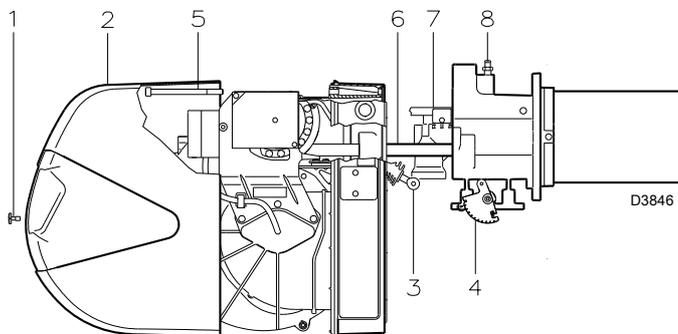
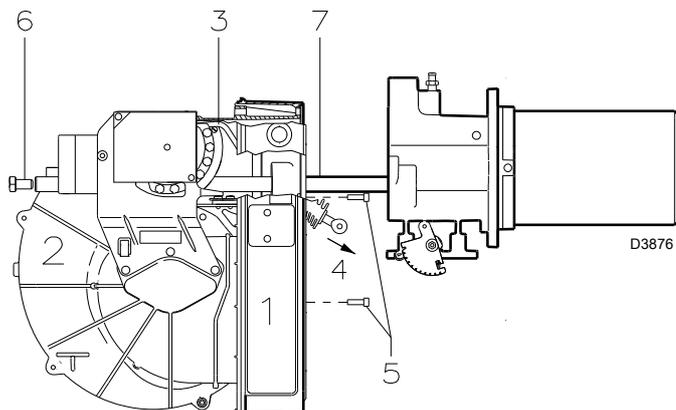
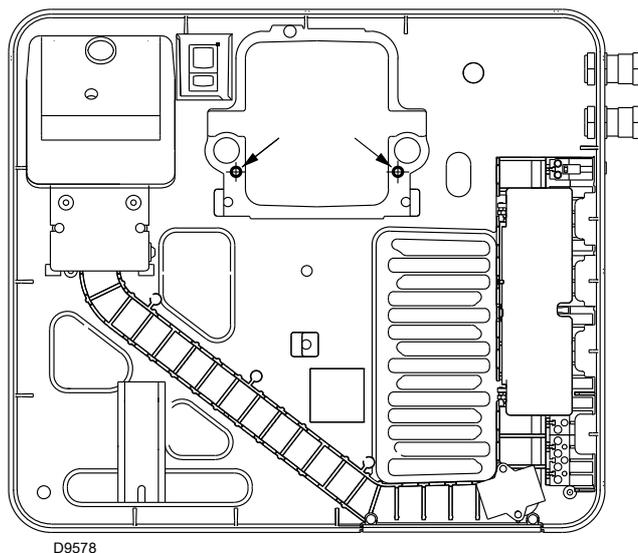

图 36
图 37
图 38
- 松开螺母 1)( 图 36)，取下保护罩 2)；
- 将连杆 3)( 图 36) 从刻度区 4)( 图 36) 上脱开。
- 将两个延长杆安装到滑杆 5)( 图 36) (适用于燃烧筒长度为 503 mm 的机型) 上。
- 拆下螺丝 3)( 图 36)，将燃烧器沿滑轨 4)( 图 36) 向后拉出约 100mm。
- 现在拆下螺丝 8) ( 图 36)，抽出燃气分配盘 7)( 图 36)。
随后进行燃烧头内部部件的安装时，用 4 ~ 6 Nm 规格的扳手将螺丝 8)( 图 36) 拧紧。
- 将连杆 3) 重新与刻度区 4) ( 图 36) 连接。
- - 将保护盖 2)( 图 36) 归位，并拧紧螺丝 1)( 图 36)。
如需检修配电盘 1)( 图 37)，可以先取下风机组件 2)( 图 37)，以方便对电气元件进行维修操作。
如图 ( 图 36) 所示，打开燃烧器时，解开连接杆 3)( 图 37)，取下可变轮廓凸轮上的螺丝，将其从顶端 4)( 图 37) 处取下。
取下保护垫上的 3 个螺丝 5)( 图 37)。
取下另外 2 个螺丝 6)( 图 37)，沿滑杆 7)( 图 37) 中取出风机组件 2)( 图 37)。
最后，可以使用 3 个螺丝中的其中 2 个 5)( 图 37)，按图 ( 图 38) 所示的位置将配电盘与管路接口处连接，之后可进行维修操作。